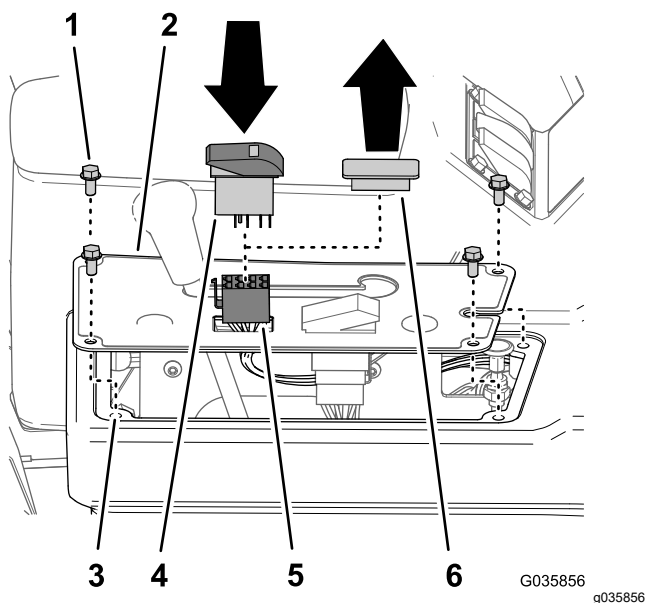

Bild 34
- Entfernen Sie die vier Bundkopfschrauben ($\frac{1}{4}$ " x $\frac{1}{2}$ ") (falls vorhanden), mit denen die Abdeckung des Bedienfelds oben an der Konsole befestigt ist, wie in Bild 34 abgebildet.
- Entfernen Sie die Schalterblende von der Abdeckung des Bedienfelds der Konsole (Bild 34).
- Führen Sie den 8-Buchsen-Stecker des Kabelbaums des Finishingkits für den Ultra Sonic Boom durch die Öffnung in der Abdeckung des Bedienfelds (Bild 34).
- Schließen Sie den 8-Buchsen-Stecker des Kabelbaums des Finishingkits für den Ultra Sonic Boom, der mit SONIC MODE MANUAL VS. AUTO beschriftet ist, am Kippschalter an (Bild 34).
- Setzen Sie den Kippschalter in die Öffnung im Bedienfeld, bis der Schalter einrastet (Bild 34).
- Fluchten Sie die Löcher in der Abdeckung des Bedienfelds mit den Löchern in der Oberseite der Konsole aus (Bild 34).
- Befestigen Sie das Bedienfeld mit den vier in Schritt 1 entfernten Schrauben an der Konsole (Bild 34).